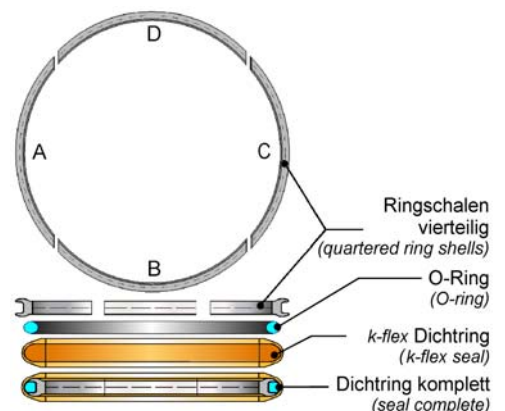

Abb. 4
- Die Ringschalen wie in der (Abb. 4/Seite 7) gezeigt in der Reihenfolge A, B, C, D einbauen.